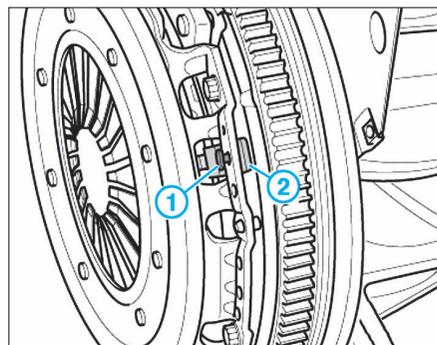

FIG. 5
Avec le montage SACHS, lors du dévissage, la butée (2) doit se relâcher avec le goujon (1), dans le cas contraire pousser le goujon vers le volant moteur (Fig.5).